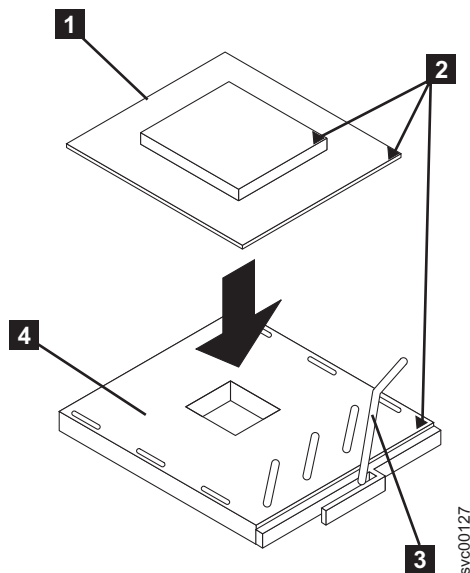

図 269. 開放位置にあるマイクロプロセッサ・ロック・レバー
3. ロック・レバー **3** を回して閉位置から開位置にします (図 269 を参照)。